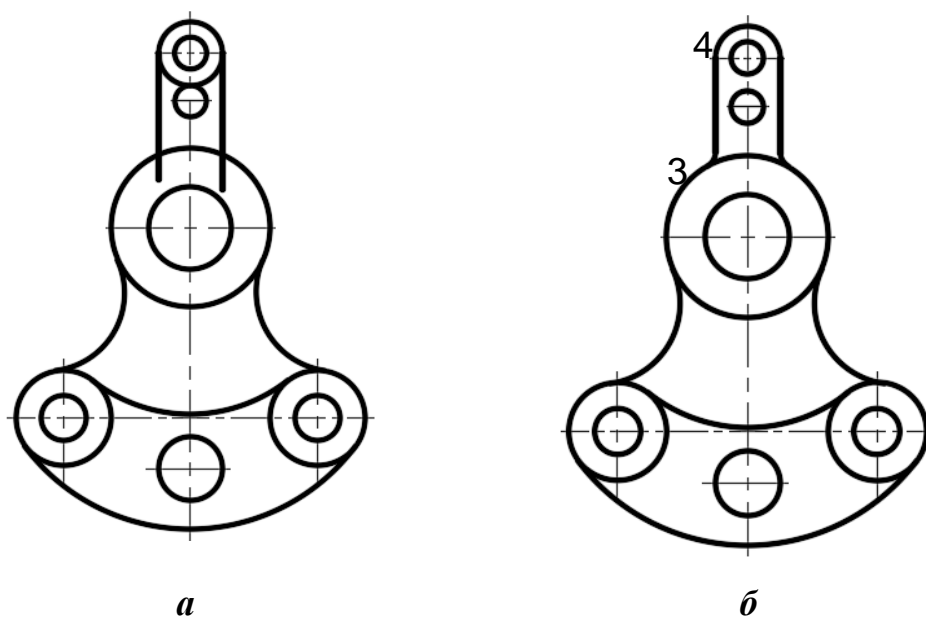

Рис. 2.32
5. З точок перетину верхнього кола з горизонтальною осьовою лінією провести два вертикальні відрізки (рис. 2.32,*а*).
6. Виконати зовнішнє спряження вертикальних відрізків і кола 3 радіусом 5 мм (рис. 2.32,*б*). Потім обрізати нижню частину кола 4 командою **Обрезать** (TRIM). За ріжучі кромки прийняти вертикальні відрізки.